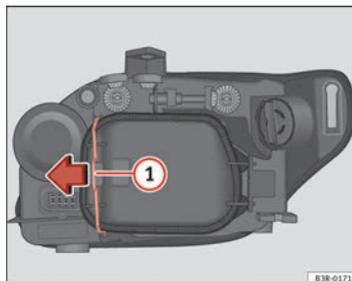

Fig. 202 Luz de posición (lado interior vehículo)
- Desplace el tirante ⇒ fig. 202 ① en el sentido de la flecha y saque la tapa rígida separando primero el lado del tirante y sacando después las dos pestañas del extremo contrario de la tapa.